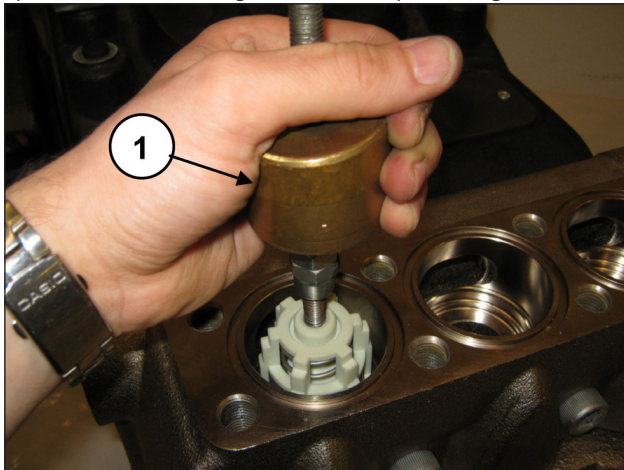

Fig. 135
Extraia o grupo da válvula de fluxo mediante o uso de um extrator de mecanismo de percussão (cód. 27516400) para aplicar no furo M10 do guia da válvula (pos. ①, Fig. 135).